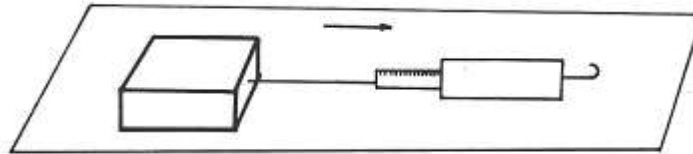

FIGURA 1. Fuerza máxima estática de diferentes materiales.
1. Coloque el bloque de madera sobre la base de madera, como se muestra en la figura 1, jale lenta y uniformemente con el dinamómetro hasta que se inicie el movimiento del bloque. Anote sus observaciones y tome la lectura del dinamómetro.